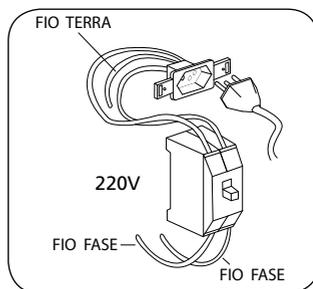

Fig. 11
- Se o sistema elétrico 220 V, de sua residência, for de duas fases, utilizar um dijuntor termomagnético bipolar de 16 A. [fig. 11]. Devido a norma de segurança, recomendamos a utilização do dispositivo de proteção interruptor diferencial residual [DR, In=25 A, I Δ n(sensibilidade)=30m A]